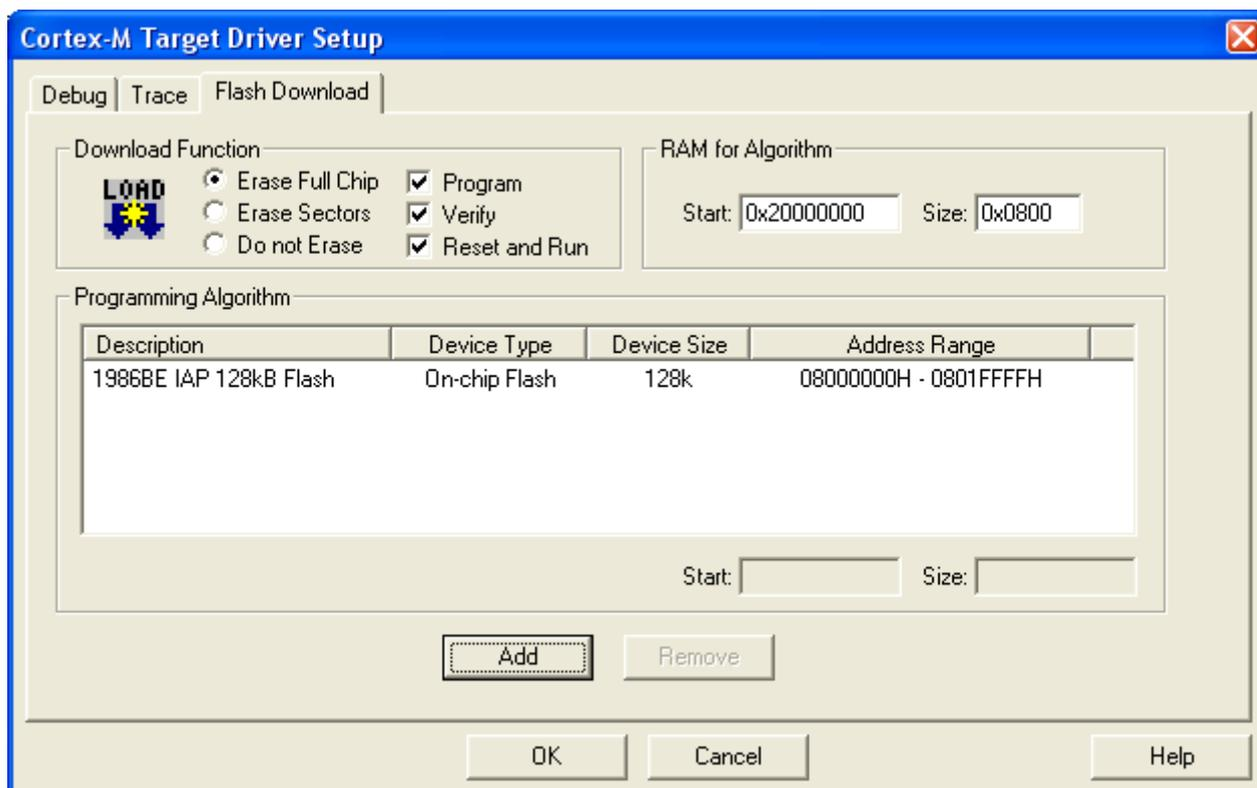

Рис. 7
3.6. После добавления микроконтроллера 1986BE в Keil uVision, он отражается в окне Programming Algorithm. В строке ввода RAM for Algorithm Size установите значение 0x0800 (рис. 7). Для закрытия окна нажмите кнопку ОК.